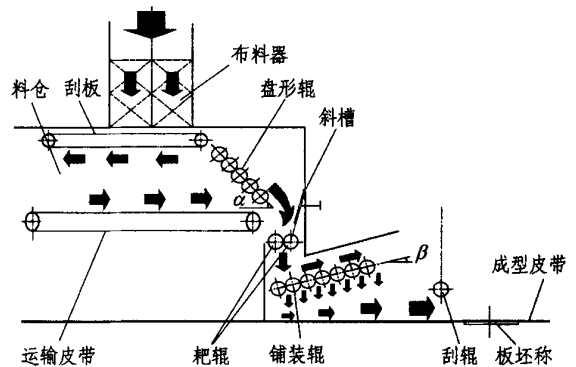

图 1 06 STMF400-F8 铺装机示意图
(1) 设备因素 06 STMF400-F8 机械式铺装机的结构及工作原理如图 1 所示。
心,如图 1 所示。